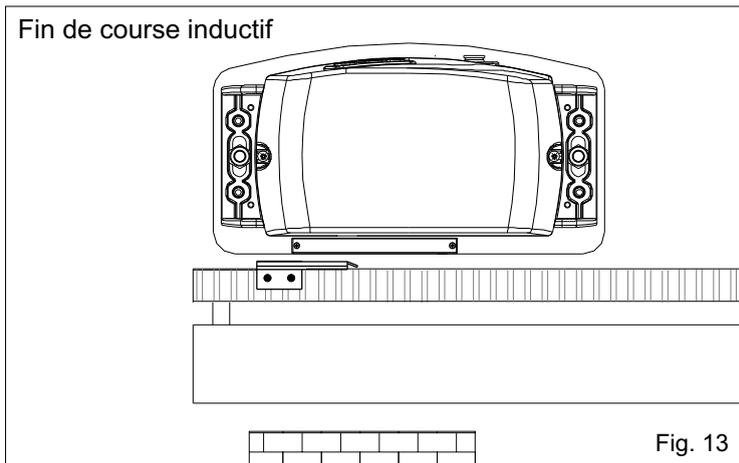
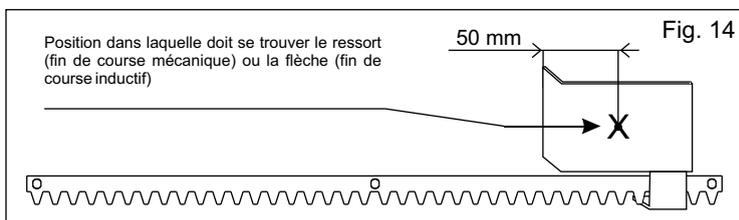
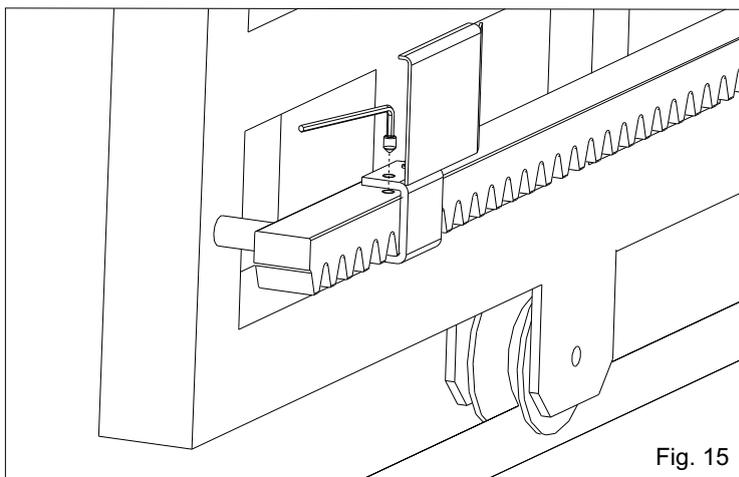
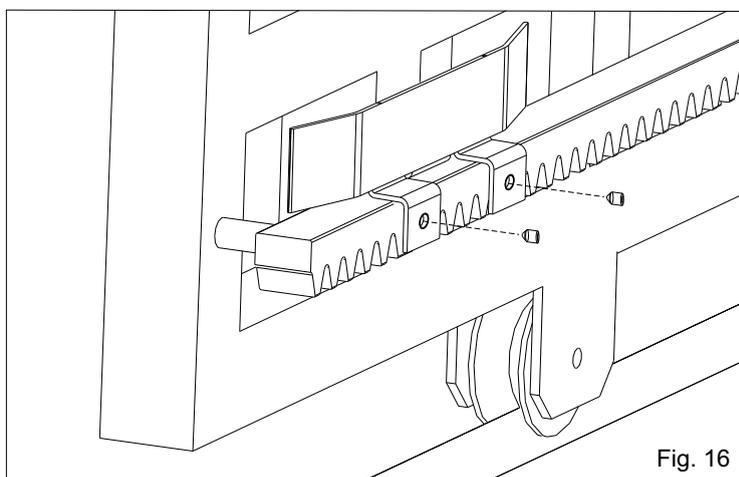

Fig. 13
Fig. 14
Fig. 15
Fig. 16
- Positionner la plaque sur la crémaillère de façon d'avoir le fin de course (doigt en cas de fin de course mécanique (Fig. 12); flèche d'identification positionnée sur le côté supérieur en cas de fin de course inductif (Fig. 13)) en correspondance du point X que se trouve à 50 mm du côté plié de la plaque (Fig. 14) et la fixer avec les vis en dotation (Fig. 15 - Fig. 16).
- Positionner la plaque sur la crémaillère de façon d'avoir le fin de course en correspondance du point X que se trouve à 50 mm du côté plié de la plaque (Fig. 14) et la fixer avec les vis en dotation (Fig. 15 - Fig. 16).